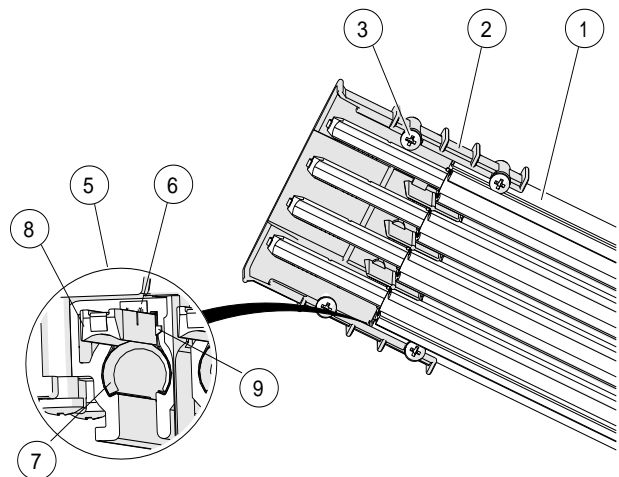

Abb. 15: Detailansicht Stiftseite
- Verbinderstifte und Verbinderkammern vorhanden und in gleicher Position sind (siehe Abb. 10, Pos. 1 und Abb. 15, Pos.6),